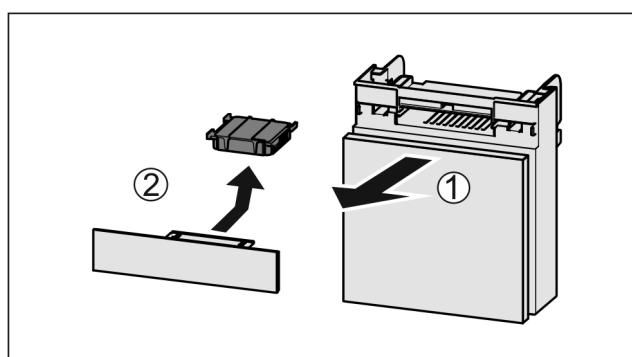

Fig. 126
- Издърпайте Fig. 126 (1) напред от отделението.
► Извадете Fig. 126 (2) филтъра с активен въглен.